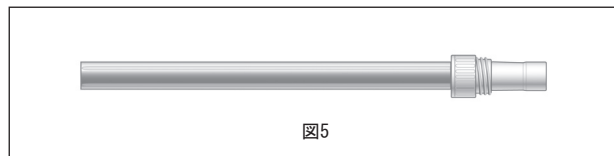

図5
- 内側トレイを開封したら、挿入用ツール／バルーンイントロデューサを取り出します（図5）。